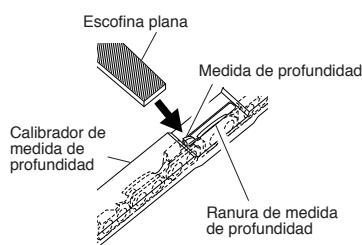

Figura 25 - Calibrador de medida de profundidad en la cadena
1. Coloque el calibrador de medida de profundidad (.635 mm) firmemente a lo largo de dos elementos de corte. Asegúrese de que la medida de profundidad penetre en la ranura del calibrador de la medida de profundidad (vea la Figura 25, en la página 44).